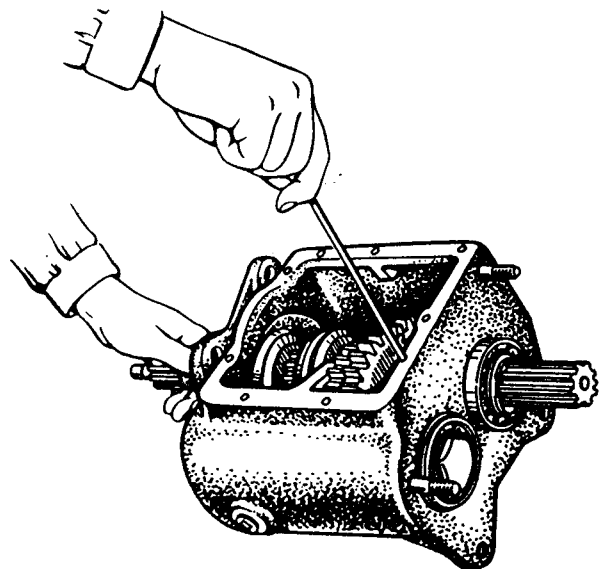

Bild 101. Absicherung der Achse für Rückwärtsgangradsatz
17. Sicherungsschraube bündig mit der Trennfläche des Gehäuses einschrauben (Bild 101).